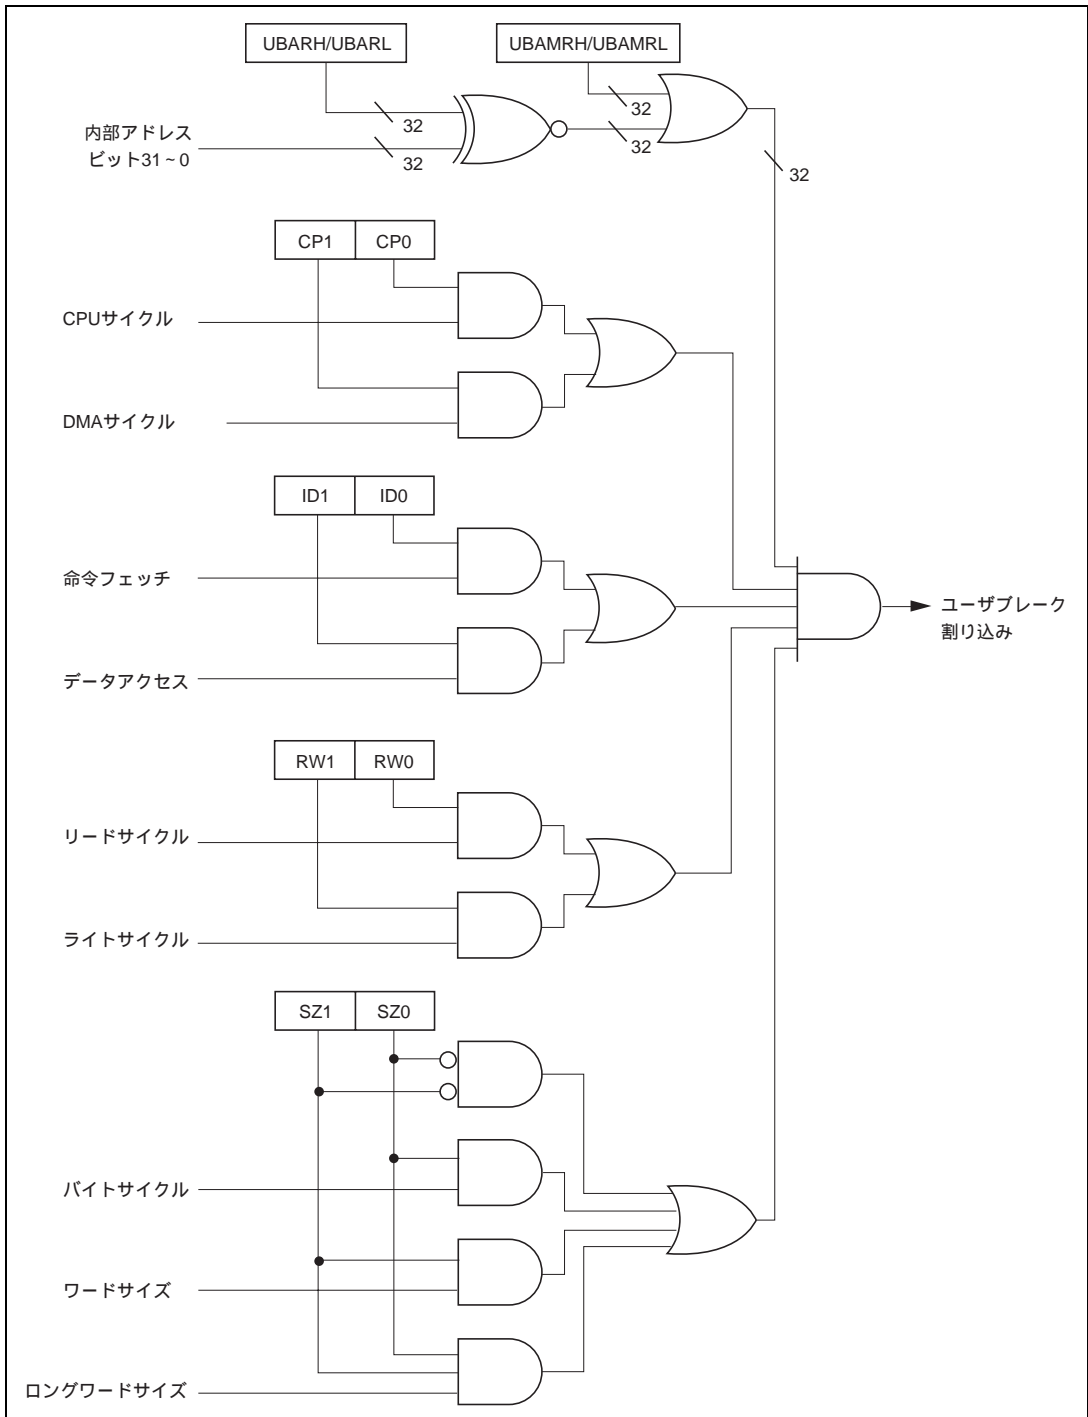

図 7.2 ブレイク条件判定方式
- (1) ブレイク条件のうち、ユーザブレイクアドレスをユーザブレイクアドレスレジスタ(UBAR)、アドレスの中のマスクしたいビットをユーザブレイクアドレスマスクレジスタ(UBAMR)、ブレイクするバスサイクルの種類をユーザブレイクバスサイクルレジスタ(UBBR)に設定してください。UBBRのCPUサイクル/周辺サイクルセレクトビット(CP1、CP0)、命令フェッチ/データアクセスセレクトビット(ID1、ID0)、リード/ライトセレクトビット(RW1、RW0)のいずれか1組でも00(ユーザブレイク割り込みは発生させない)にセットされていると、他の条件が一致してもユーザブレイク割り込みは発生しません。ユーザブレイク割り込みを使用したいときは、必ずこれら3組のビットすべてに条件を設定してください。
- (2) UBCは、設定した条件が成立したかどうかを図7.2に示す方式で判定します。ブレイク条件が成立すると、UBCは割り込みコントローラ(INTC)に、ユーザブレイク割り込み要求信号を送ります。
- (3) ユーザブレイク割り込み要求信号を受け取ると、INTCは優先順位の判定を行います。ユーザブレイク割り込みは優先レベル15なので、ステータスレジスタ(SR)の割り込みマスクビット(I3~I0)がレベル14以下のとき、受け付けられます。I3~I0ビットがレベル15のとき、ユーザブレイク割り込みは受け付けられませんが、受け付けられるようになるまで保留されます。したがって、NMI例外処理では、I3~I0ビットはレベル15になりますので、NMI例外サービスルーチン中はユーザブレイク割り込みは受け付けられません。ただし、NMI例外サービスルーチンの先頭でI3~I0ビットをレベル14以下に変更すれば、それ以後ユーザブレイク割り込みが受け付けられるようになります。優先順位判定の詳細については、「6. 割り込みコントローラ」を参照してください。
- (4) INTCは、ユーザブレイク割り込みの要求信号をCPUに送ります。これを受け取ると、CPUはユーザブレイク割り込み例外処理を開始します。割り込み例外処理の詳細については、「6.4 動作説明」を参照してください。